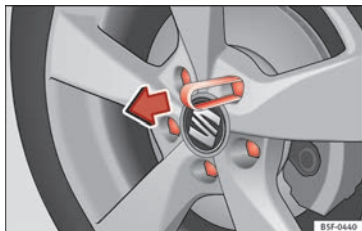

Fig. 183 Rueda: tornillos de la rueda con capuchones.
- Encaje la pinza de plástico (herramienta de a bordo) sobre el capuchón hasta que encastre » fig. 183.